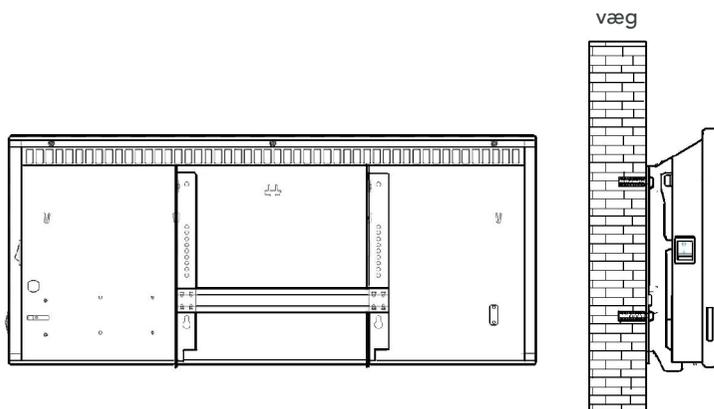

Fig. 6
- 5 Monter ovnen på beslaget. Sørg for, at krogene på beslaget rammer hullerne nederst på ovnen. Juster de to clips på beslaget med de tilhørende huller bag på ovnen. Skub ovnen på plads på beslaget (fig. 6).